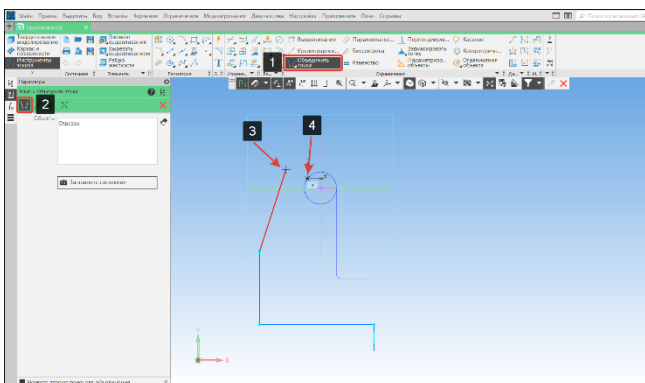

Рисунок 181 – Объединение точек
- Объединим точки ломаной (3) и цилиндрической спирали (4) используя команду объединить точки (1) подоперация объединить точки (2) на панели Ограничения (Рисунок 181);